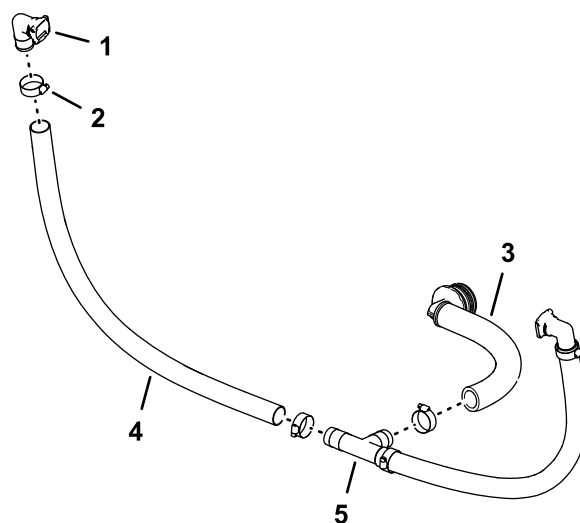

Figura 92
2. Monte a extremidade livre do tubo na união em T como se mostra na Figura 92 e prenda o tubo à união com uma braçadeira de tubos.
4. Monte a união estriada de 90° e o conjunto do tubo na união em T e prenda o tubo à união com uma braçadeira de tubos (Figura 92).
1. Monte a união de ligação rápida de 90° (tomada – 1 pol.) no tubo (1 x 26 pol.) e prenda o tubo à união com uma abraçadeira como se mostra na Figura 92.